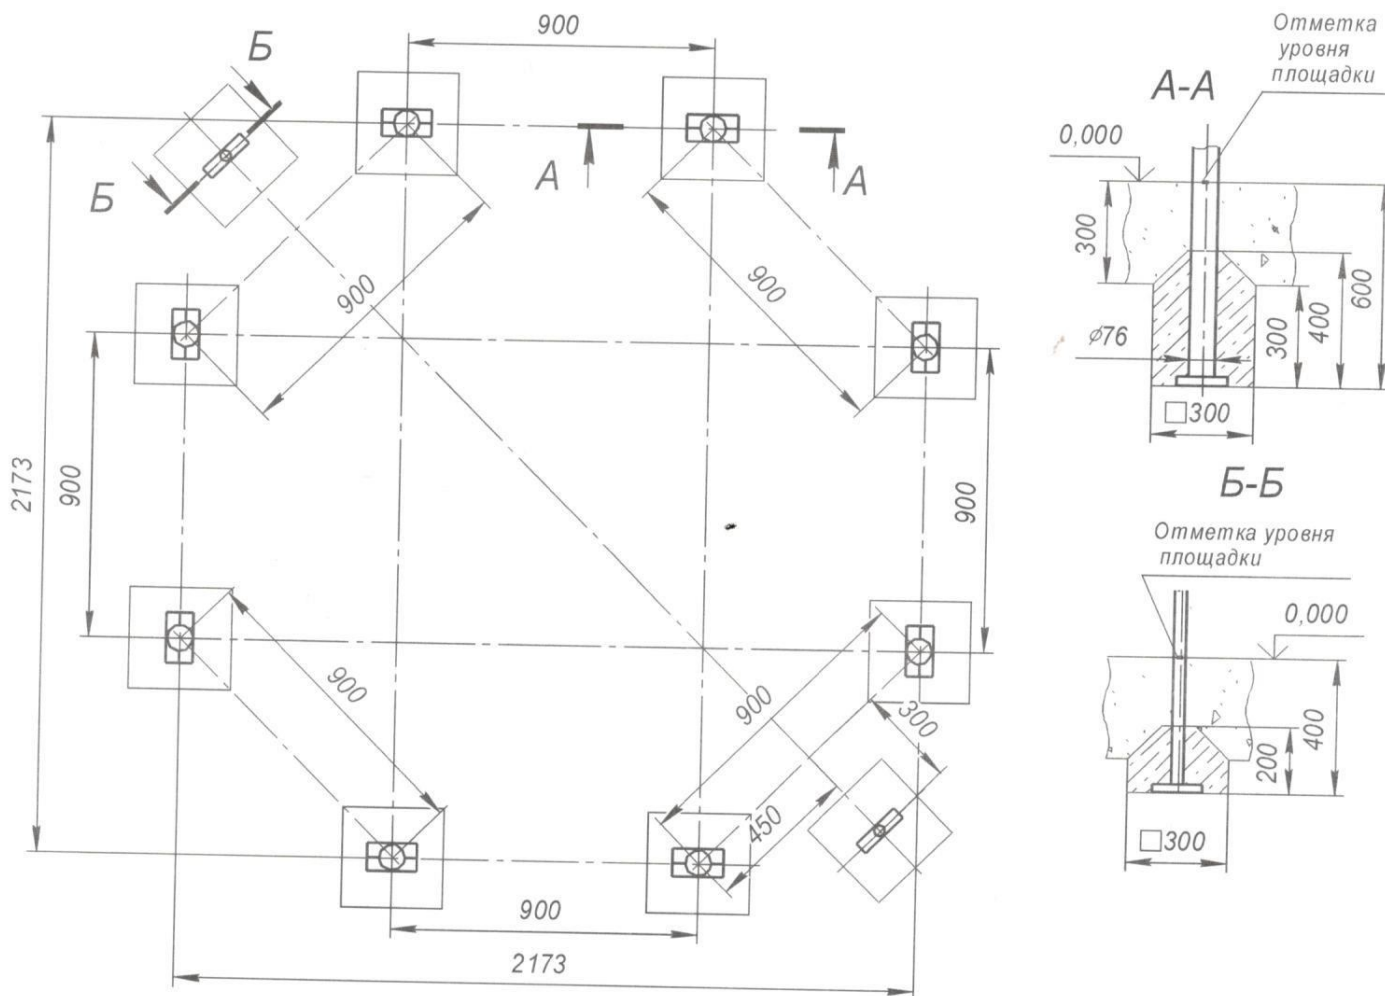

Рис. 2
- Подготовить приямки по схеме на рис. 2